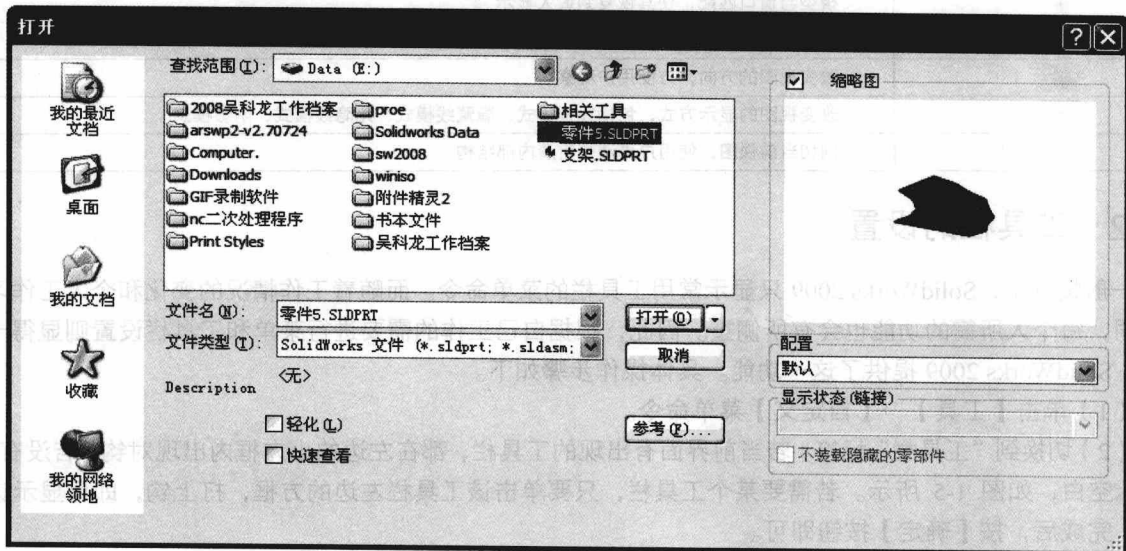

图 1-4 “打开”对话框
(1) 单击【文件】→【打开】菜单命令，这时弹出如图 1-4 所示的对话框。
(2) 按键盘组合键【Ctrl+O】。
(3) 按工具栏的“打开”按钮.
(4) 单击“查找范围”下拉列表, 选取文件所存放的位置, 单击要打开的文件。这里将出现缩略图, 若这个文件是要打开的, 单击即可。